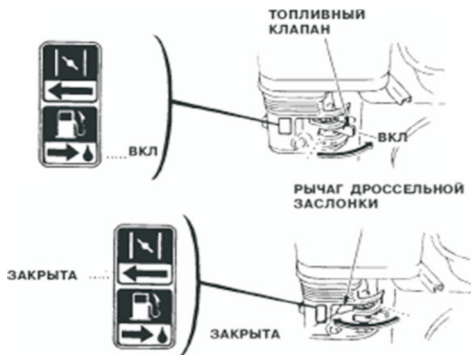

Рис. 14
1. Поставьте топливный клапан в положение «Вкл.» ("ON") (Рис. 14).
2. При запуске холодного двигателя переведите рукоятку управления воздушной заслонкой в положение ЗАКРЫТО (Рис. 14).